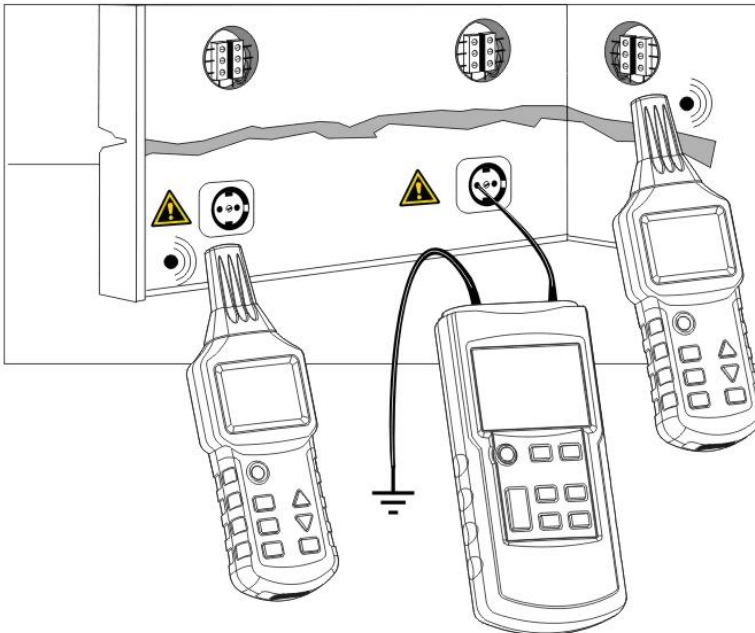

Fig.10
- Anslut sändaren till fasen och skyddsjordsledaren som det visas i fig. 10.